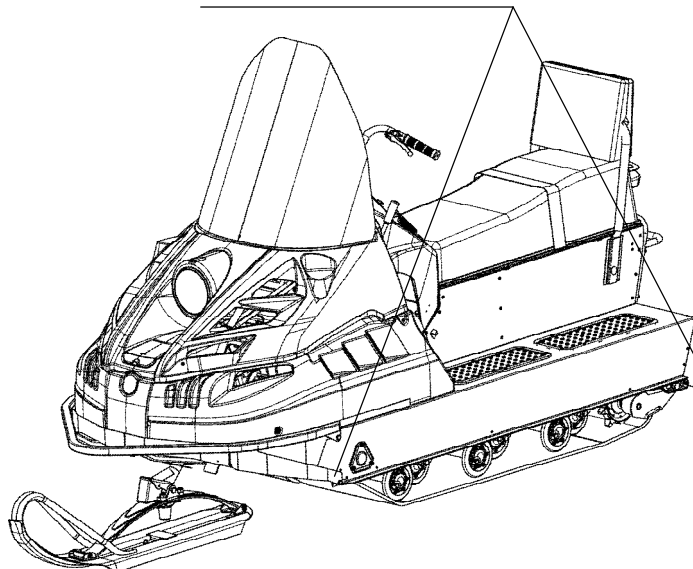

Рисунок 11 – Схема строповки снегоходов БУРАН 4Т
- снегоходы БУРАН 4Т – за нижние передние уголки рамы и заднюю окантовку рамы (рисунок 11);